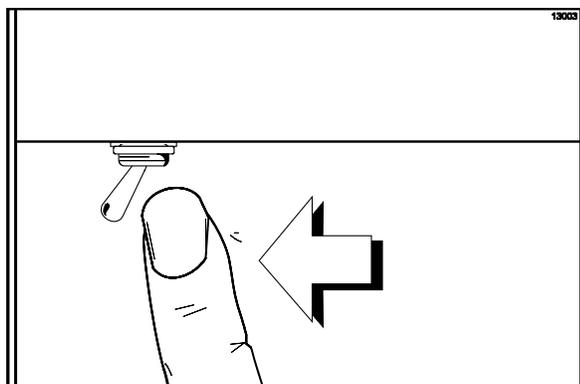

図101
1. 電源スイッチがオフになっていることを確認してください(図101を参照)。